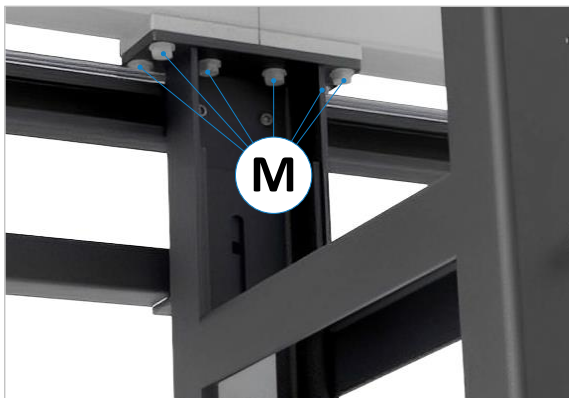

Figure 9 : relier les segments (face avant)
1. Relier les segments du convoyeur à rouleaux (S) aux points de jonction en insérant les six vis fournies par le haut dans les trous de montage des segments et des supports de liaison représentés sur le site \Rightarrow Figure 9. Visser ensuite par le bas avec les rondelles et les écrous (M) correspondants. Deux clés à fourche ou à douille SW 19 sont nécessaires à cet effet.